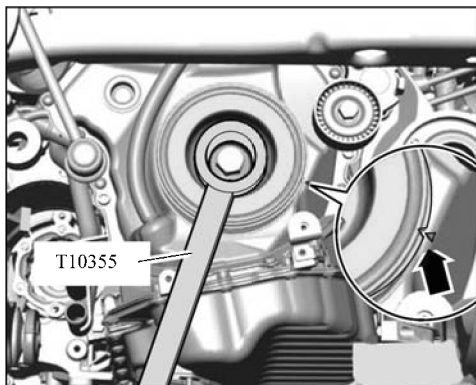

图 19-6 转到 1 缸上止点
3) 用专用工具 T10355 将曲轴转到 1 缸上止点，如图 19-6 所示。